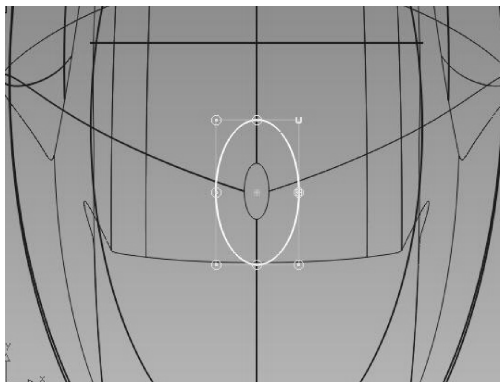
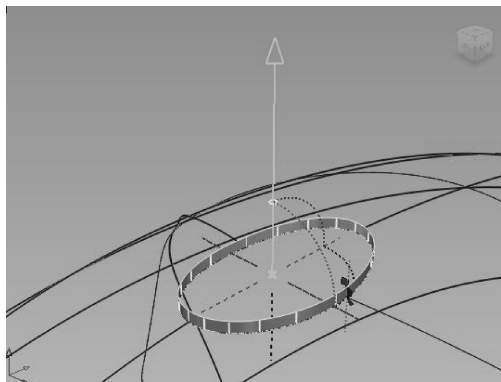

图 10-82 修剪曲面
图 10-83 拉伸曲面
- 04 下面制作油箱盖。选择【Edit Point Curve】工具，生成图中所示切割曲线，然后利用【Project】工具和【Trim】工具修剪上一步投影过的曲面，如图 10-82 所示。选择【Draft/flange】工具选择修剪后的曲面边界，拉伸出如图 10-83 所示曲面。